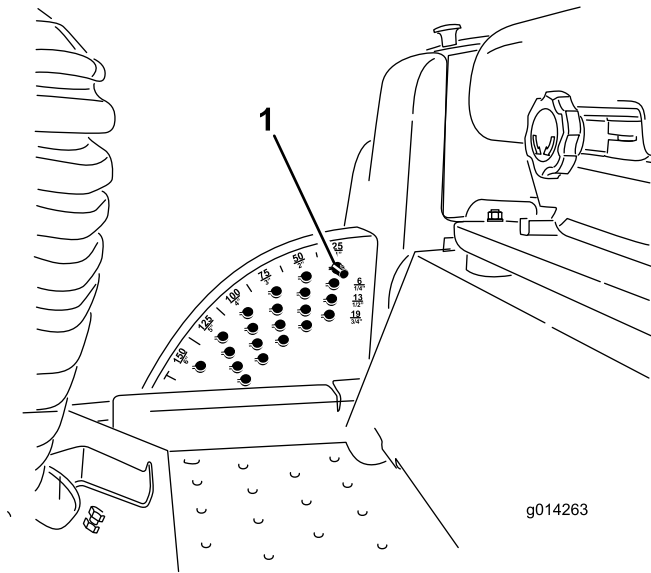

Bild 16
Sie das Mähwerk über die 15 cm Stellung an, nehmen Sie den Schnitthöhenanschlagsstift ab (siehe „Einstellen der Schnitthöhe“) und setzen Sie den Stift in die 15 cm Schnitthöhenstellung (Bild 16).
1. Ziehen Sie den Mähwerkhubhebel bei laufendem Motor zurück, bis das Mähwerk ganz angehoben ist, und lassen Sie den **Hebel sofort los** (Bild 16).
2. Drehen Sie zum Einstellen den Anschlagstift so lange, bis die Linien am Spannstift mit den Schlitzen in den Löchern in der Schnitthöhenhalterung ausgerichtet sind. Nehmen Sie ihn dann ab (Bild 16).
3. Wählen Sie ein Loch in der Schnitthöhenhalterung, das der gewünschten Schnitthöhe entspricht, stecken Sie den Stift ein und drehen Sie ihn ein, um ihn zu arretieren (Bild 16).
Hinweis: Es gibt vier Reihen der Lochpositionen (Bild 16). Die oberste Reihe ergibt die Schnitthöhe, die über dem Stift steht. Die zweite Reihe ergibt die Schnitthöhe plus 6 mm. Die dritte Reihe ergibt die Schnitthöhe plus 12 mm. Die unterste Reihe ergibt die Schnitthöhe plus 18 mm. Für die Stellung von 15,8 cm gibt es nur ein Loch, das in der zweiten Reihe ist. Mit diesem Loch werden nicht 6 mm den 15,8 cm hinzugefügt.